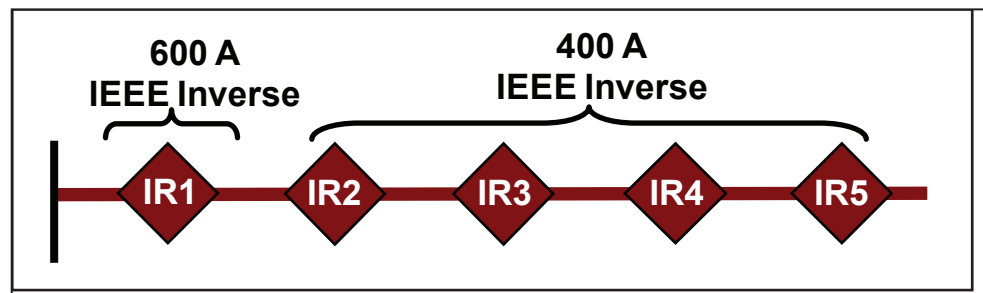

Figura 18. Falta temporária CEC; todos os interruptores de falta IntelliRupter estão fechados e em coordenação.
- Todos os interruptores de falta IntelliRupter estão fechados e em coordenação, quando possível. Ver Figura 18.